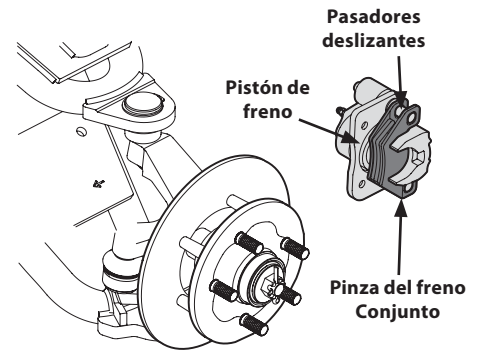

Figura 4-12
2. Extraiga el conjunto de la pinza del freno del disco del freno. Consulte la Figura 4-12.
5. Oprima el pistón del freno. Consulte la Figura 4-12.